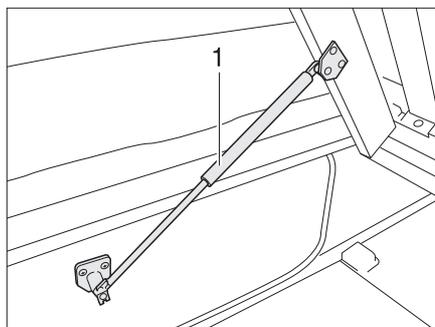

Fig. 56 Lit fixe
- Soulever le sommier à lattes. Les ressorts à pression de gaz (Fig. 56,1) maintiennent le sommier à lattes en position ouverte.